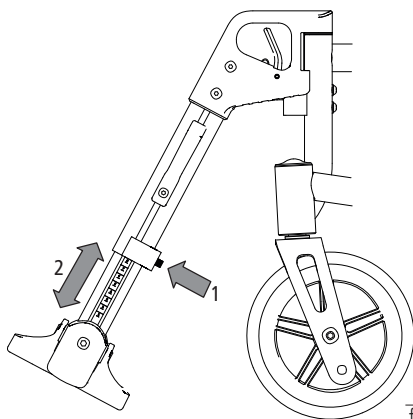

fig. 34
1. Til indstilling løsnes skruen bag på benstøtten (1, fig. 34), indtil den underste del af benstøtten kan eleveres.
2. Anbring fodpladen i en position, du synes er behagelig (2, fig. 34), og fastgør skruen. For at opnå en ens højdeindstilling på begge sider, er der anbragt højdemarkeringer på ydersiden for bedre at kunne orientere sig.